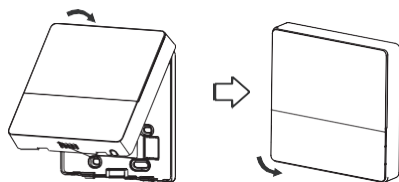

Fig. 3-13
- Al ajustar la carcasa superior y encajar la cubierta, evite que queden cables atrapados (Fig. 3-13).